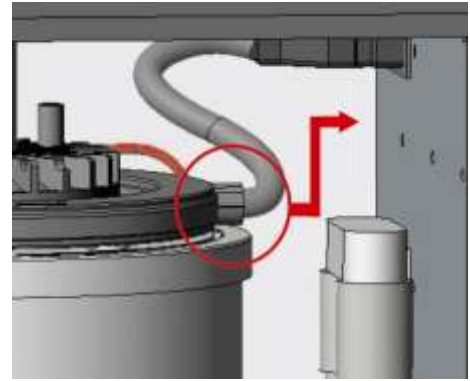

Fig. 35
- B. Inserte el cilindro en la brida inferior teniendo cuidado de colocar el cable de conexión como se muestra en la Fig. 35.